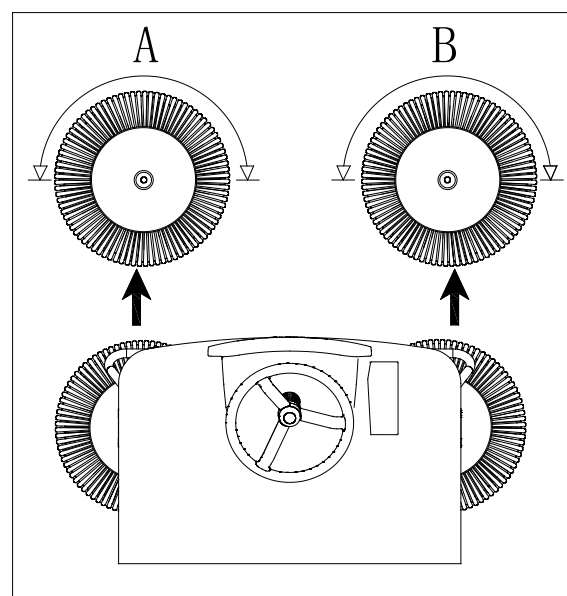
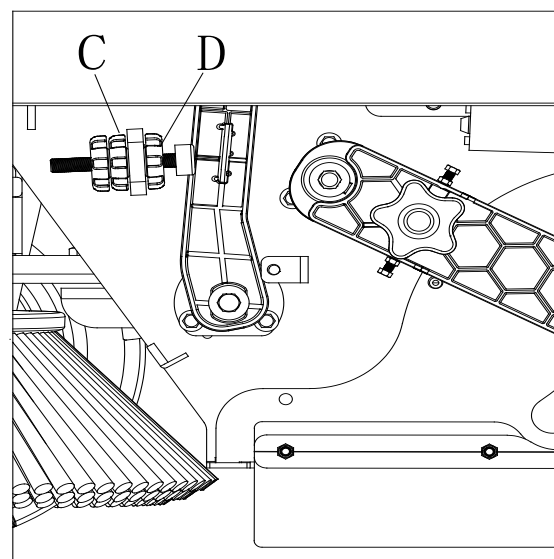

Figura 25
Figura 26
Verifique se a marca da escova lateral (A e B, Figura 25) corresponde às especificações (A e B, Figura 25). Como mostrado.
4. Primeiro, desenrosque a porca do botão (D, Figura 26) e, em seguida, ajuste a altura da escova lateral girando o botão de ajuste (C, Figura 26) até que a impressão da escova lateral corresponda à ilustração (A e B, Figura 25). Após o ajuste, aperte a porca do botão (D, Figura 26).